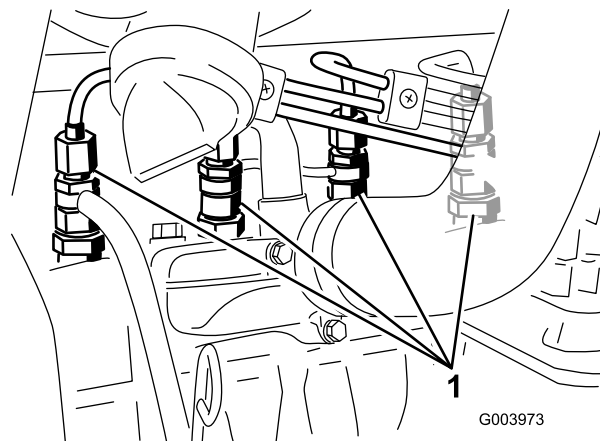

图55
1. 松开与 1 号喷嘴和固定器组件的管道连接（图 55）。